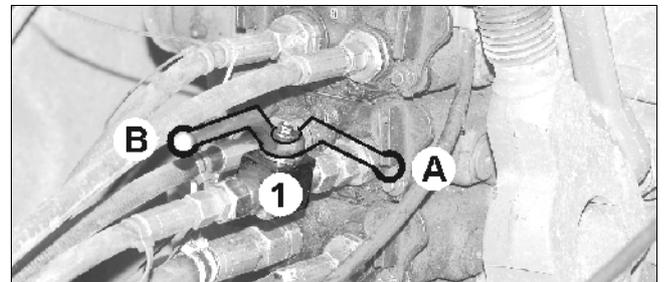

Fig. 14
- Lukk kuleventilen (Fig. 14/1) (posisjon A).
Åpne kuleventilen (Fig. 14/1) (posisjon B).